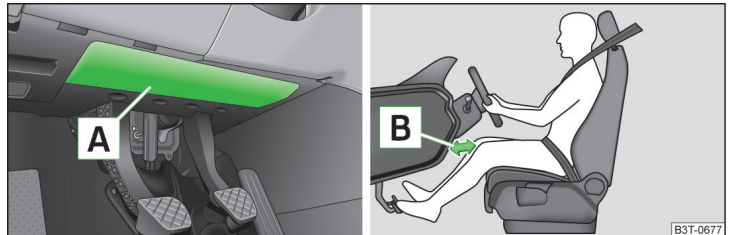

Abb. 10 Einbauort des Airbags / Sicherer Abstand zur Schalttafel
Der Fahrer-Knieairbag **A** ist im unteren Teil der Schalttafel unter der Lenksäule untergebracht » Abb. 10.
- Den Fahrersitz in Längsrichtung so einstellen, dass der Abstand der Beine **B** zur Schalttafel im Bereich des Knieairbags mindestens 10 cm beträgt » Abb. 10. Falls es aus Gründen der Körpergröße nicht möglich sein sollte, diese Bedingung zu erfüllen, dann ist ein Fachbetrieb aufzusuchen.